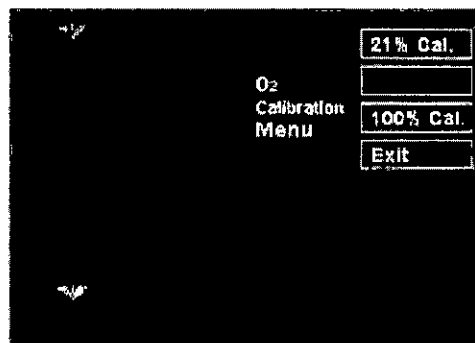

FIGURA 3.9.3-1: CALIBRACIÓN DEL SENSOR DE O2 AL 21%
- b. Después de presionar la segunda tecla de función auto-definida, encienda el controlador para entrar a la interfaz de calibración de concentración de oxígeno. Presione la tecla "21% Cal.", observe la figura 3.9.3-1. El controlador puede calibrar el sensor de oxígeno de forma automática, y la pantalla indica "calibración de sensor O₂". Después de la calibración, el controlador puede entrar en la primera interfaz. Si la calibración falla, el indicador muestra un mensaje de falla, y el usuario puede resolver los problemas de acuerdo a las sugerencias del manual. Si estas fallas no pueden ser resueltas, solicite la reparación al personal de Servicio Técnico Autorizado.